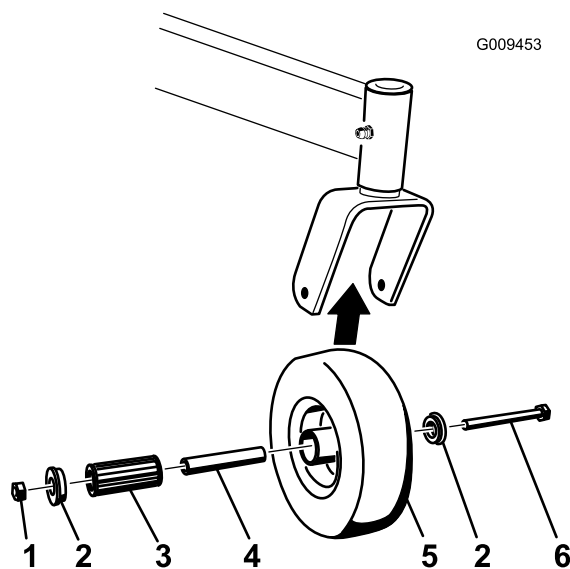

図 60
1. キャスタホイールをキャスタフォークに保持しているボルトとロックナットを外す(図 60)。
2. ブッシュを外し、スパナブッシュとローラベアリングをハブから外す 図 60。
3. ホイールハブから他のブッシュを取り外し、ホイールハブについているグリスやごみをきれいに取り除く 図 60。
注 破損したり磨耗したりしている部品は交換する 図 60。
5. ホイールハブにベアリングを1個入れる 図 60。
6. ローラベアリングとスパナブッシュにグリスを塗って、ホイールハブに取り付ける 図 60。
7. ハブにもうひとつのブッシュを入れる 図 60。
8. キャスタホイールをキャスタフォークに取り付け、ホイールボルトとロックナットで固定する 図 60。
9. スパナブッシュがキャスタフォーク内部に当たるまでロックナットを締め付ける 図 60。